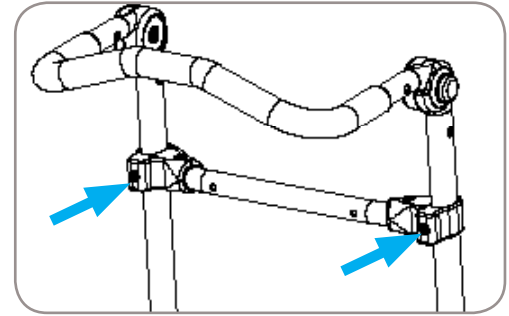

Figura 20
1. Afloje los pernos (2) en los lugares que se muestran en la figura 20. Se requiere una llave hexagonal de 5 mm.